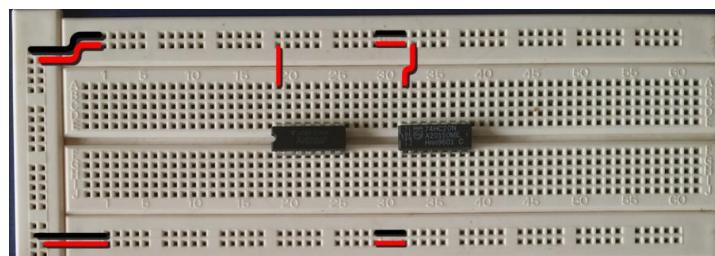

图 8 布电源线
1、**布电源线：**7400 和 7420 的 14 脚是电源脚，用导线将 14 脚连接 5V 电源，如图 8 中红线所示